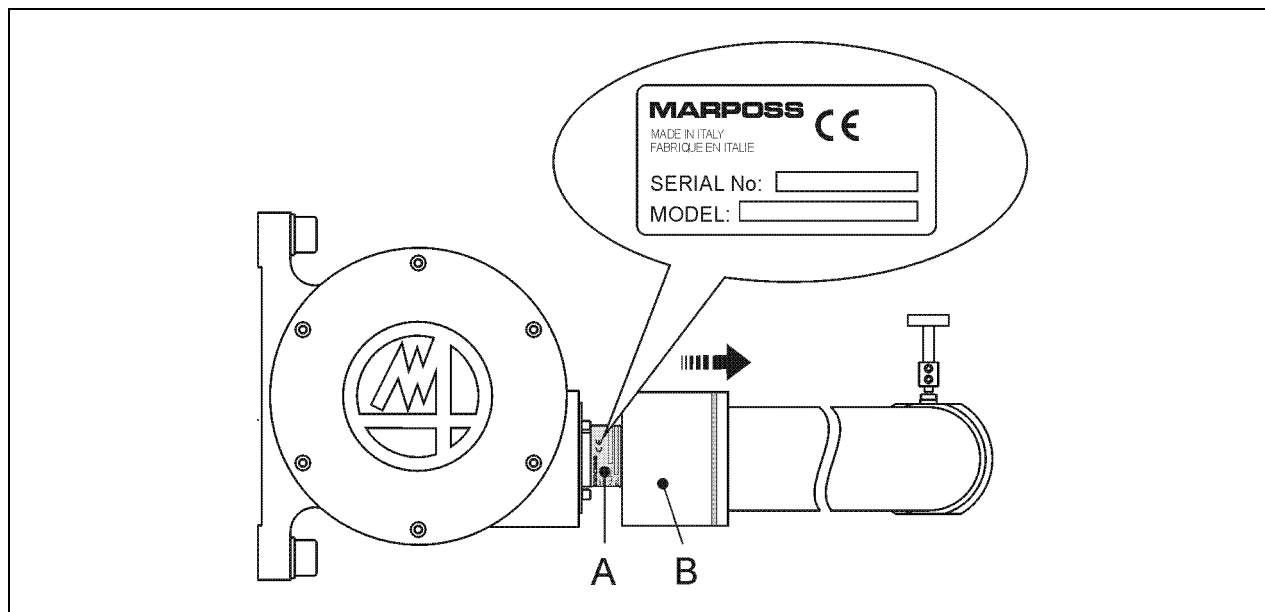

Figura 3-2. Targhetta di identificazione del braccio *MIDA TOOL EYE ELECTRIC*.
Sul braccio *MIDA TOOL EYE ELECTRIC* è presente, in posizione protetta, una targhetta di identificazione con codice (MODEL) e numero di matricola (SERIAL No) del braccio. La targhetta (A) è visibile arretrando la protezione (B) (Figura 3-2).